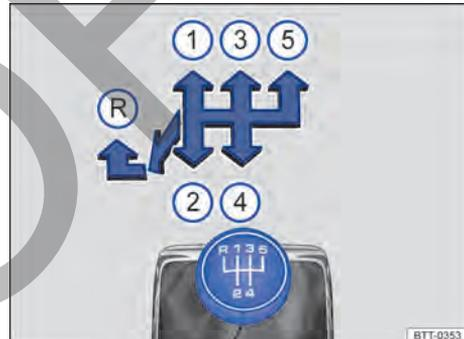
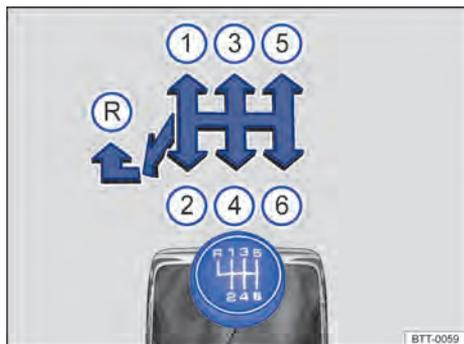

Fig. 95 Esquema de la transmisión manual de 5 marchas.
Fig. 96 Esquema de la transmisión manual de 6 marchas.
Las posiciones de cada una de las marchas están representadas en la palanca de cambio de marcha → fig. 95 y → fig. 96.
- Mueva la palanca de cambios completamente hacia la izquierda y después hacia adelante para situarla en la posición de la marcha atrás → fig. 95 y → fig. 96 (R).